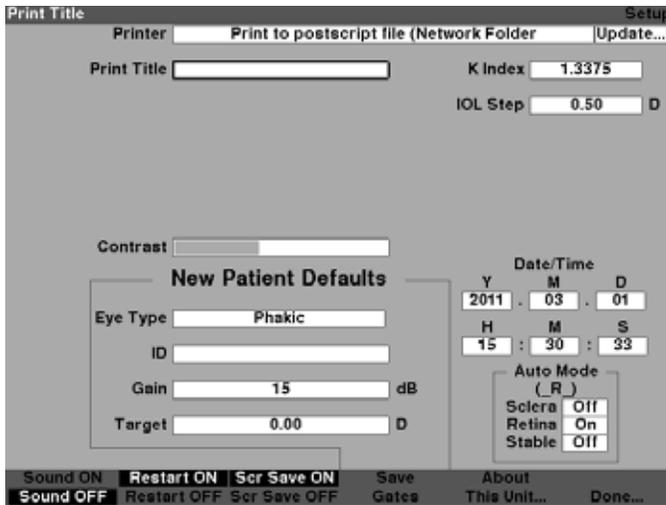

Figura 5-34 Campo de impressão de título selecionado
1. Dentro da tela de Configuração, gire o botão para selecionar o campo de impressão de título, indicado pela borda sólida em preto como mostrado na Figura 5-34.